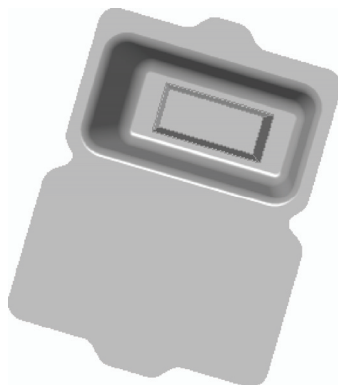

图 16-25 创建混合特征一
STEP 07 单击“关闭”面板中的“确定”按钮，完成截面绘制并退出草绘环境。单击“完成”按钮，完成混合特征的创建，效果如图 16-25 所示。